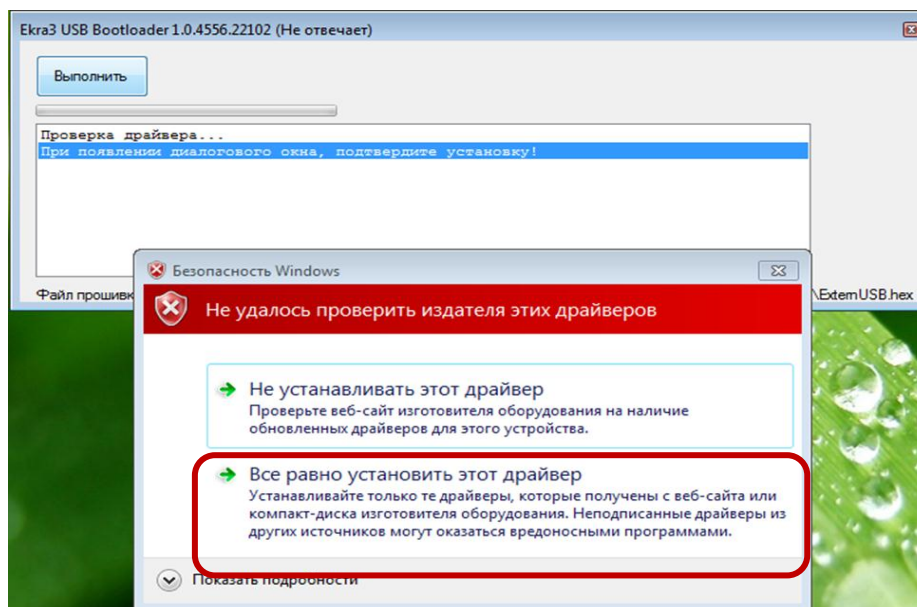

Рисунок 10 – Запрос на установку драйвера
4.2.7 Если появится запрос на установку драйвера (этот шаг может отсутствовать, в зависимости от настроек безопасности операционной системы), то подтвердить установку «**Все равно установить этот драйвер**» (см. рисунок 10).